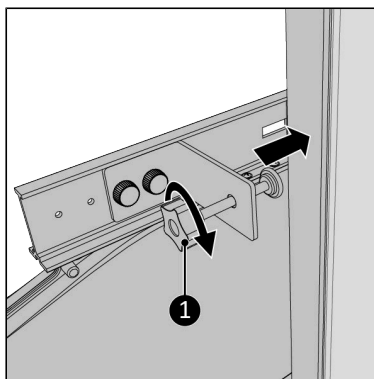

Figura 74.
16. Înșurubați cu grijă șurubul de fixare pe rama ferestrei (Figura 74, nt. 1).